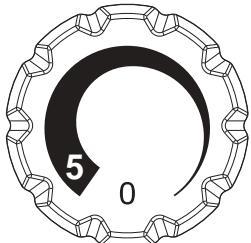

Fig. 9
- 1) Tourner le bouton en position « 0 » (Fig. 9).